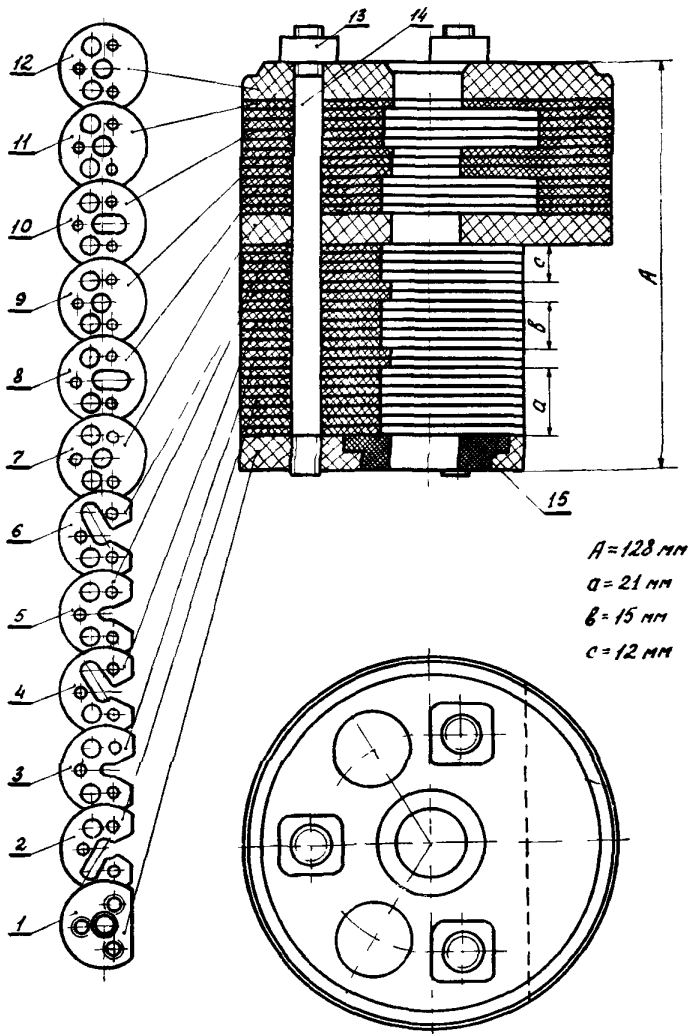

Рис.4. Дугогасительная камера:
05.1. Протереть дугогасительную камеру и тщательно осмотреть. Если камера не имеет дефектов (трещин, выкрашивания или расслоения на деталях) и размер отверстия в кольце 15 (рис. 4) не более 29,5 мм, то разбирать камеру не рекомендуется, а необходимо лишь подтянуть гайки 13 и промыть камеру в чистом "сухом" трансформаторном масле. В случае обнаружения дефектов ремонт камеры произвести согласно переходам 2-8.
05.5. Собрать камеру в строгой последовательности согласно рис. 4, отрегулировав во время сборки размеры щелей камеры  $a$ ,  $b$ ,  $c$  изменением толщины прокладок при помощи прокладок из электрокартона ЭМ. Прокладки из электрокартона